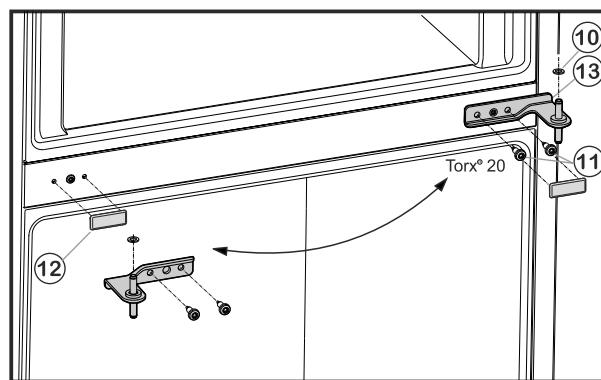

Fig. 6
- Открутите крепежные винты Fig. 6 (11) (2 шт. Torx® 20) и извлеките средний опорный кронштейн из нижней дверцы.
- Снимите пластиковую шайбу Fig. 6 (10).
- Осторожно снимите крышку Fig. 6 (12).
- Установите крышку Fig. 6 (12) на противоположной стороне.
- ▶ Вставьте средний опорный кронштейн Fig. 6 (13) с поворотом на 180° в нижнюю дверцу и прикрутите с помощью крепежных винтов Fig. 6 (11) (2 шт. Torx® 20) на новую сторону шарнира **[с моментом 4 Нм]**.
- ▶ Снова установите пластиковую шайбу Fig. 6 (10).
- ▶ Установите верхнюю дверцу на средний опорный кронштейн Fig. 6 (13).